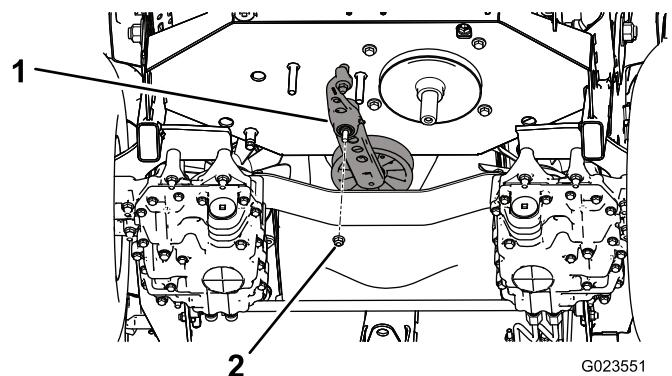

Figura 57
- Rimuovete il dado che fissa il gruppo di tensione al telaio (Figura 57).